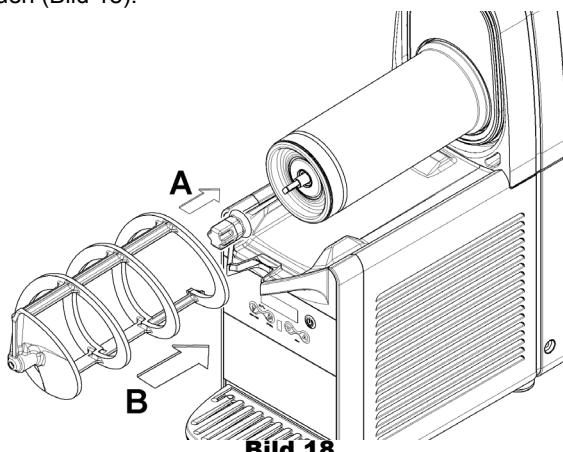

Bild 18
- 5 Den Sechskantanschluss und dann den Rührarm wieder einbauen (Bild 18).